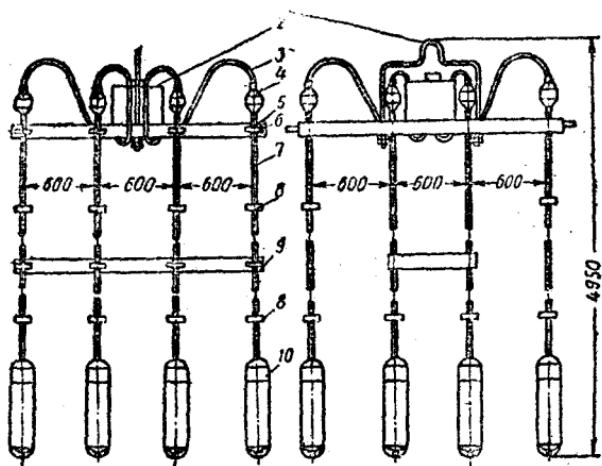

图 10 И-102型振动器组
**I-102型高頻率內部振動器組** 这种振动器組是由16个 I-50型高頻率内部振动器10(图10)組成的，所使用的线路